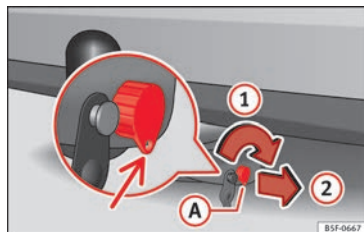
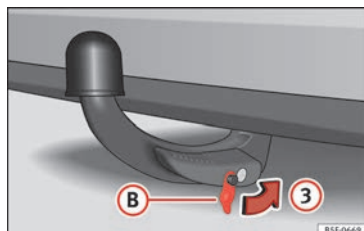

Fig. 225 Verrouiller la serrure
Fig. 226 Placer le cache sur la serrure
- Tournez la clé (A) dans le sens de la flèche ① jusqu'à ce que la partie trouée de la clé atteigne sa position inférieure » fig. 225.
- Retirez la clé dans le sens de la flèche ②.
- Placez le cache (B) sur la serrure dans le sens de la flèche ③ » fig. 226 » ①.